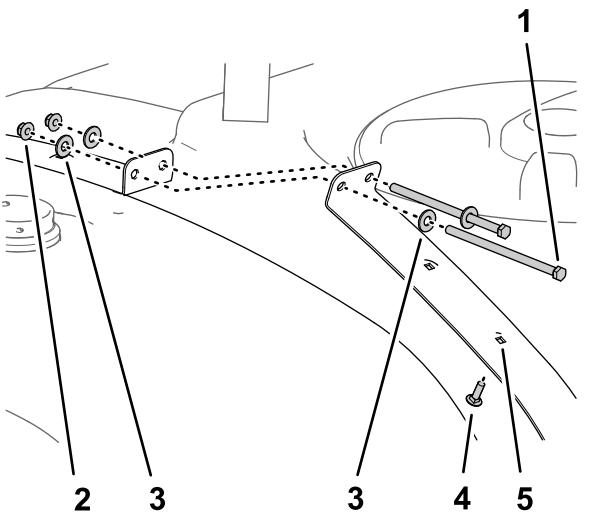

Рисунок 28
- Выверните 2 болта (3/8 x 7 дюймов) с 4 шайбами (3/8 дюйма) и 2 контргайками (3/8 дюйма), которые крепят передние половины хомута бака опрыскивателя (Рисунок 28).
2. Вставьте каретный болт (5/16 x 1 дюйм) во второе отверстие в половине хомута, как показано на Рисунок 28.
3. Установите 2 передних половины хомута с помощью 2 болтов, 4 шайб и 2 контргаек, снятых при выполнении пункта 1, и затяните болты и гайки от руки (Рисунок 28).